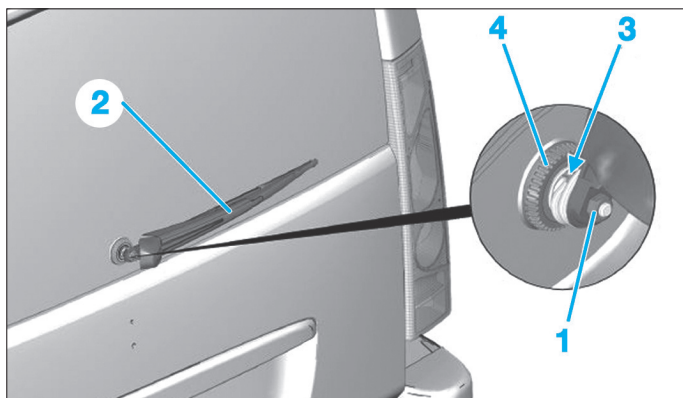

Fig. 70
- Déposer l'écrou de fixation (1) (Fig.70).
- À l'aide de l'extracteur approprié, déposer le bras d'essuie-vitre (2).